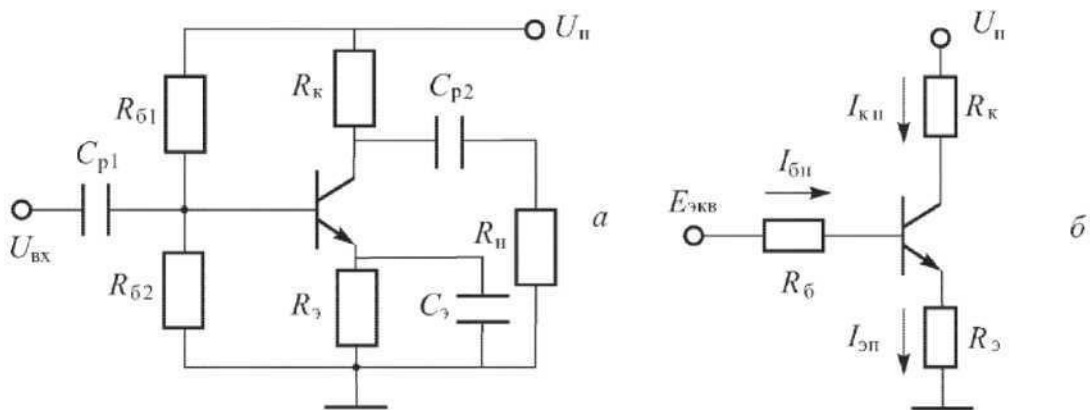

Рисунок 1 - Эквивалентная схема резисторного усилителя для определения точки покоя
1. Определить точку покоя резисторного усилителя (рисунок 1) на транзисторе КТ 3176 А9, если: $U_n = 10$ В, $R_k = 19,5$ Ом, $R_э = 0,5$ Ом, $R_a = 385$ Ом, $R_{\&2} = 40$ Ом, $h_{2i^*} = 180$.
2.1 определить точку покоя резисторного усилителя (рисунок 1) на транзисторе 2Т
2.2 пределить точку покоя резисторного усилителя (рисунок 1) на транзисторе 2Т 860 А, если: $U_n = 24$ В, $R_k = 19$ Ом, $R_э = 1$ Ом, $R_{\&} = 900$ Ом, $R_{б2} = 100$ Ом, $H_{21э} = 130$. Характеристики транзистора приведены на рисунке 1. Определить дифференциальный параметр $b_{ц}$ в точке покоя.